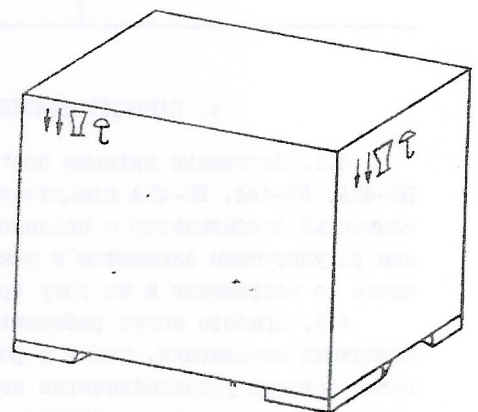

Рис. 4. Эскиз транспортного ящика
6.1.4. Эскиз транспортного ящика с указанием маркировки приведен на рис.4.